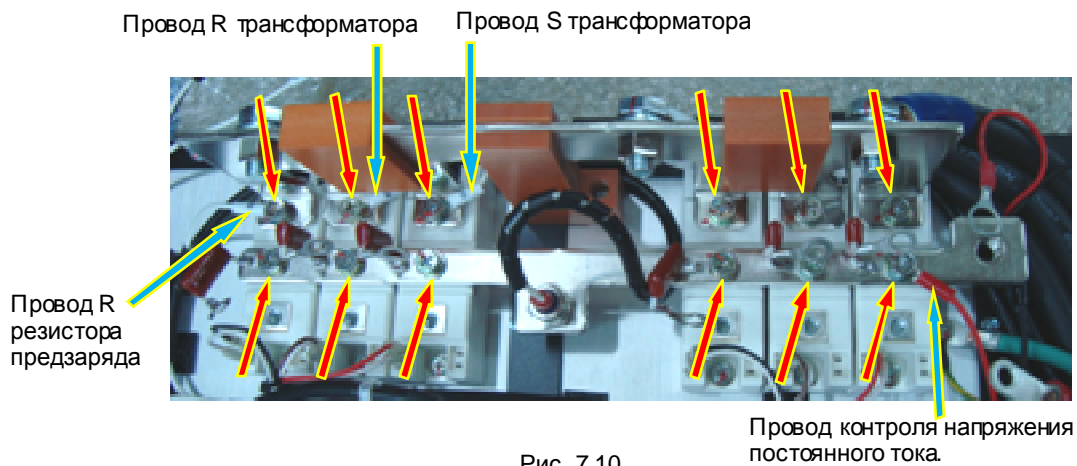

Рис. 7.10.
7.5.1. Установить шину «+», балластные конденсаторы и красный провод контроля напряжения шины постоянного тока на контактах «2» диодно-тиристорных модулей, закрепив их 6-ю винтами (рис. 7.10, стрелки красного цвета).
Под винты шины «R» закрепить (рис. 7.10):